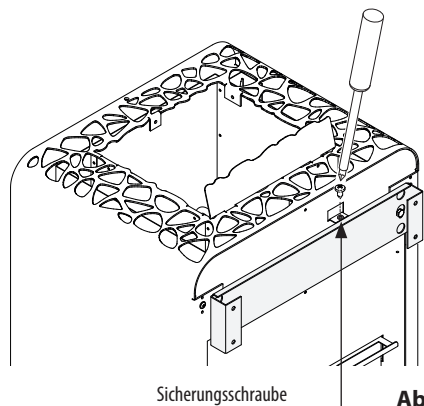

Abb. 8
- Den Saunaofen mittels Blechschraube durch die am hinteren Ofenrand befindliche Bohrung an der Wandhalterung sichern (Abb. 8).